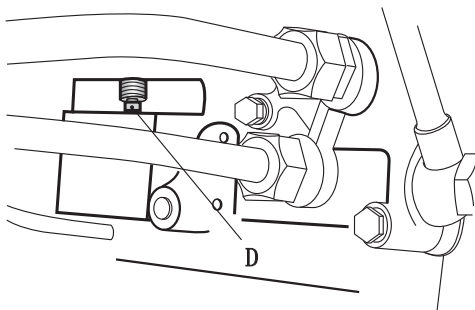

图 5-36 制动系统排气
在装有液压挂车制动控制阀的拖拉机上首先通过螺塞③排气,然后再通过螺塞④排气(见图 5-36)。